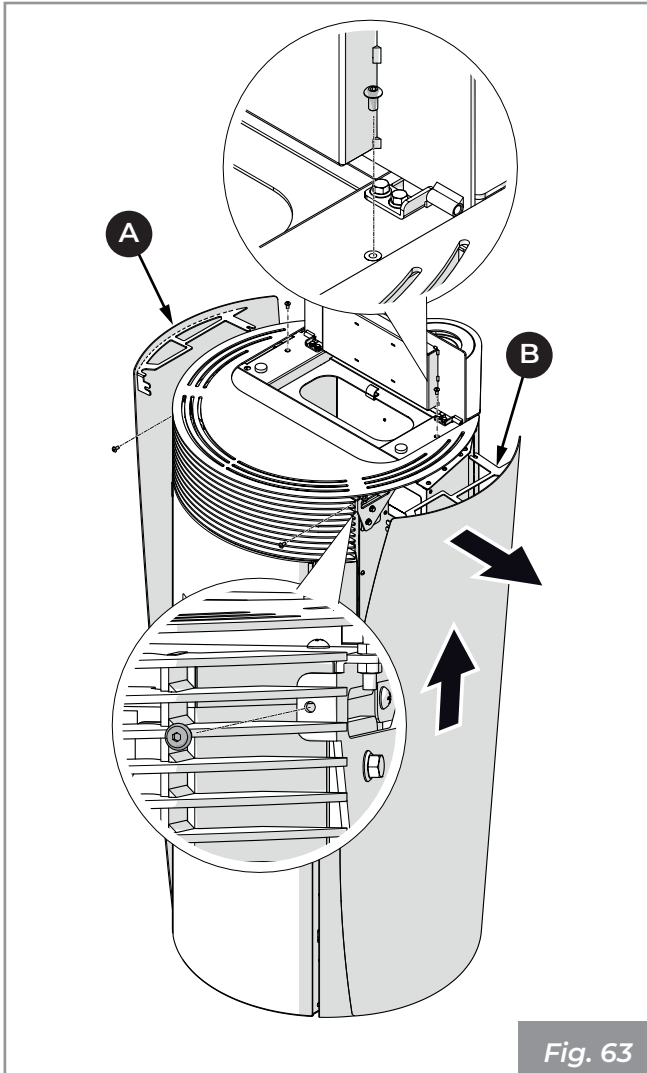

Fig. 63
- Smontare i laterali (A) e (B) (Fig. 63).